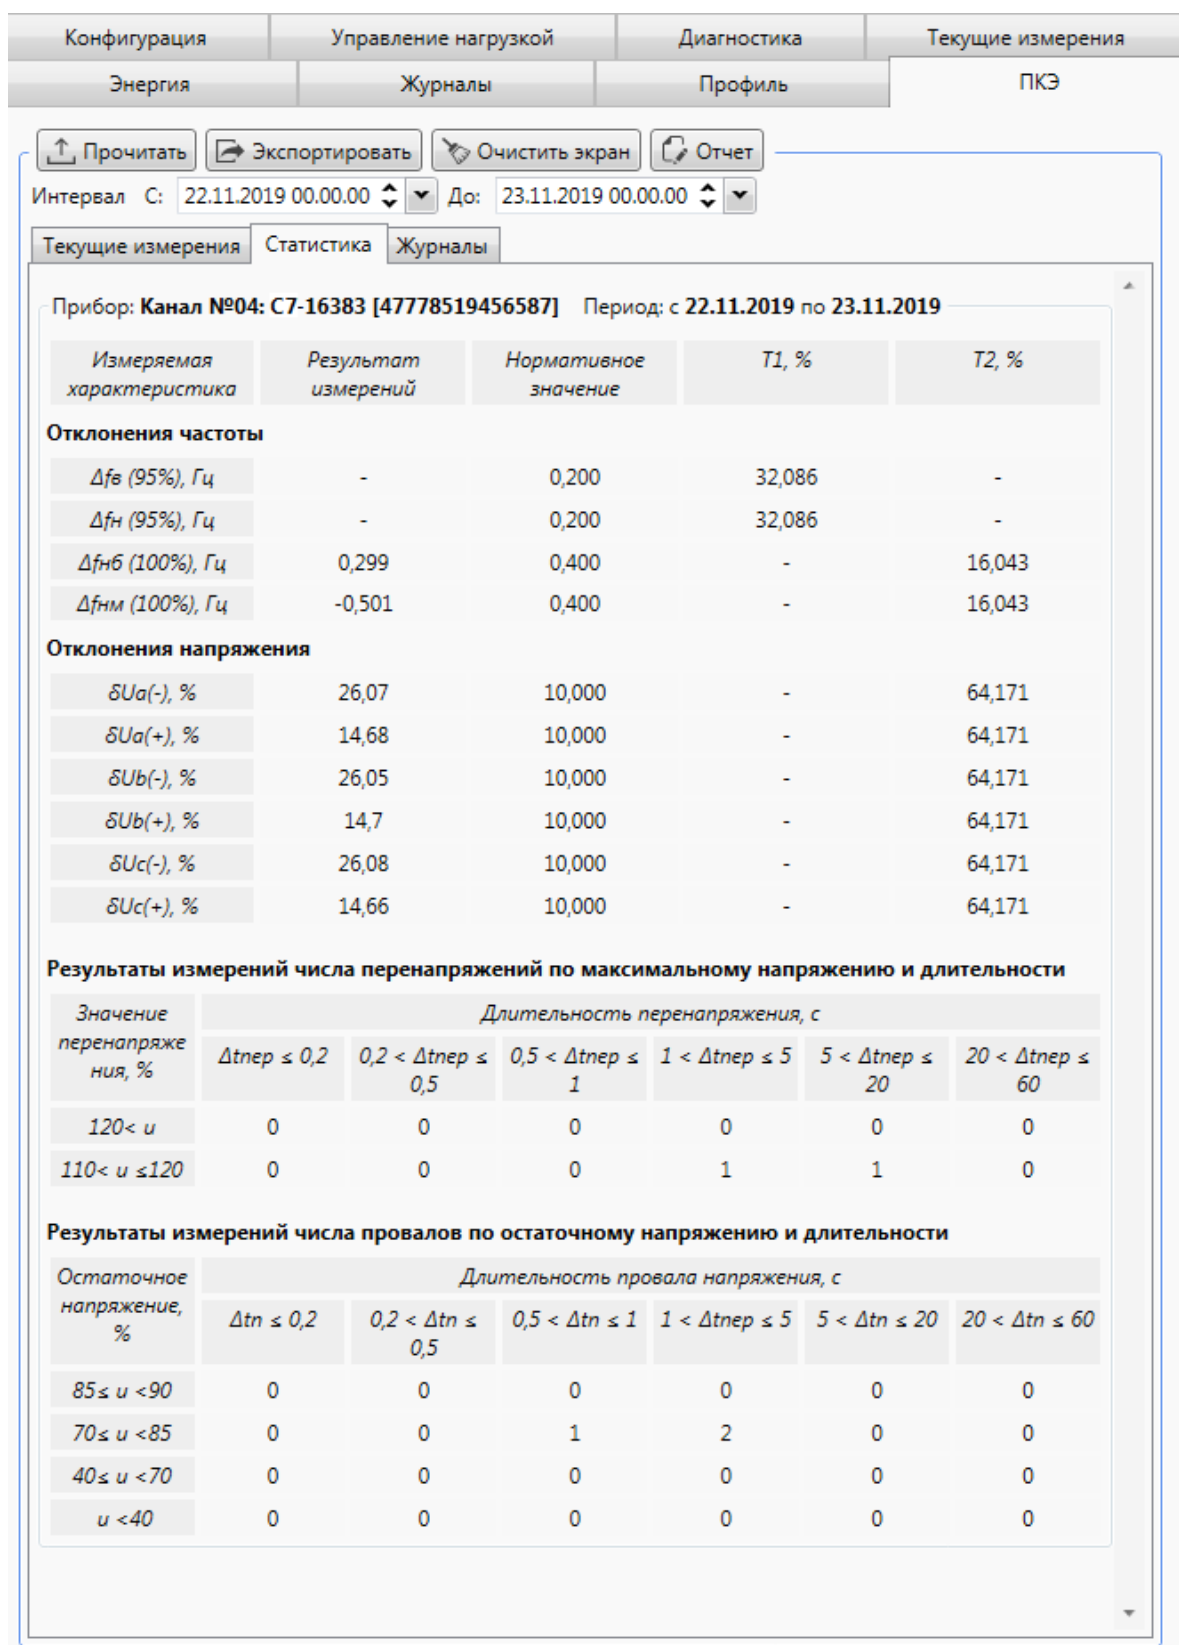

Рисунок 9.47 – Статистические данные ПКЭ
9.7.6.13 Для просмотра статистических данных счетчика необходимо перейти на вкладку *ПКЭ* области параметров программы КОНФИГУРАТОР и затем на вкладку *Статистика* (рисунок 9.47).